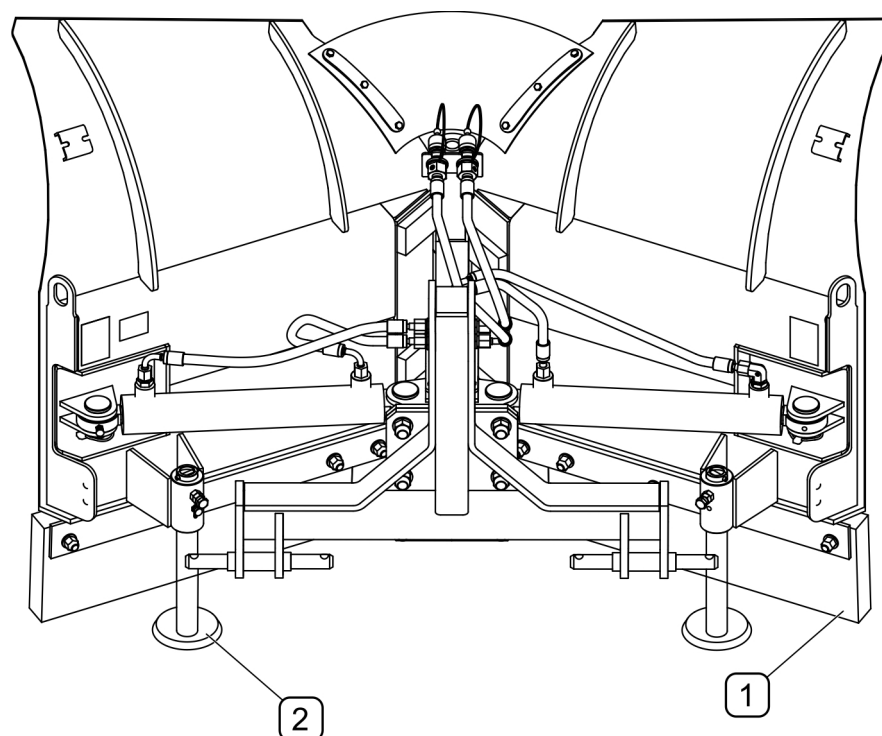

РИСУНОК 4.8 Положение снегоотвала после отсоединения от транспортного средства
- установить снегоотвал в положение "стрела", чтобы отвалы были развернуты назад (РИСУНОК 4.8),